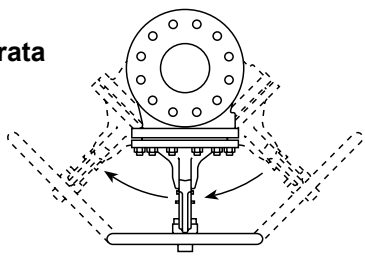

Fig. 3
- 3.3** Installare la valvola rispettando la direzione del flusso indicata sul corpo. La posizione da preferire è con lo stelo verticale e posto superiormente al corpo valvola. Sono comunque possibili posizioni intermedie tra il verticale e l'orizzontale come indicato in fig.3.